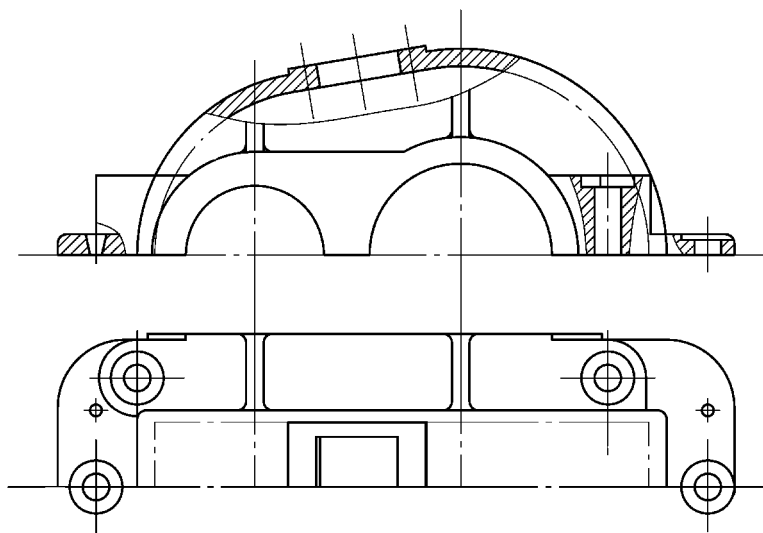

图 11-68 绘制圆角
17) 绘制半径为 23mm 和 3mm 的圆角, 如图 11-68 所示。